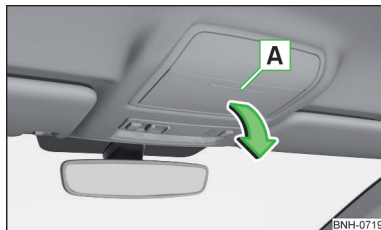

Fig. 85
- Para **abrir**, presionar sobre la tapa del guardalentes en el área **A**. El compartimento se abre en el sentido de la flecha » fig. 85.